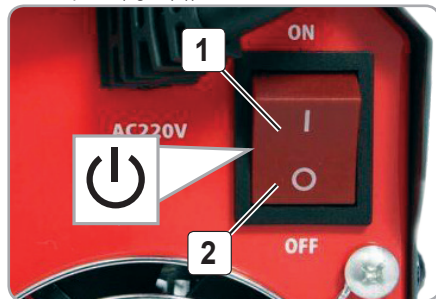

Fig.4
- Aparatul pornește prin conectarea cablului de alimentare la priză și apăsarea întrerupătorului în poziția Pornit (fig.4 (1)).
- Aparatul se oprește, apăsând întrerupătorul în poziția Oprit și deconectând cablul de alimentare de la priză (fig.4 (2)).